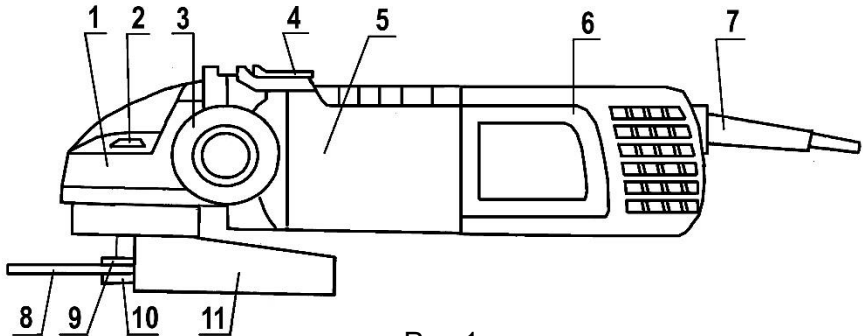

Рис.1
4.1 Устройство машины изображено на рис.1
Для включения машины необходимо нажать на задний край выключателя поз. 4 Рис.1 и подать его вперед до упора и затем нажать на передний край. Для отключения необходимо нажать на задний край выключателя (при этом выключатель автоматически возвращается в исходное положение).